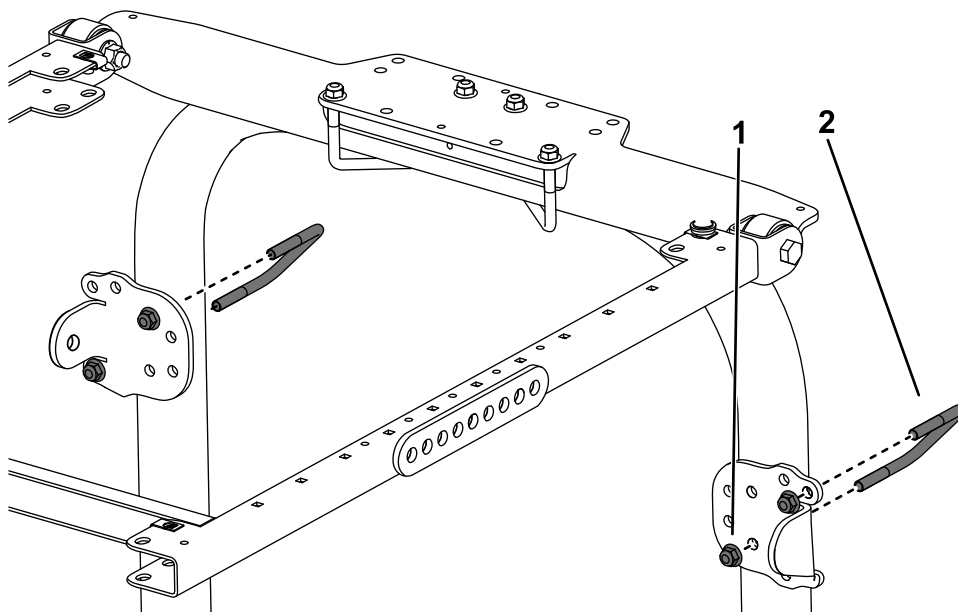

Рисунок 23
8. Используя монтажные отверстия, показанные на Рисунок 23, прикрепите, не затягивая, каждый кронштейн подпорки к стойкам защитной дуги с помощью U-образного болта ($3\frac{1}{2} \times 2\frac{3}{4}$ дюйма) и 2 фланцевых гаек.